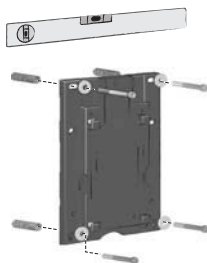

Рис. 4 Расположение монтажной плиты
- Монтажную плиту можно использовать в качестве шаблона для сверления, расстояния для сверления см. на рис. 4.